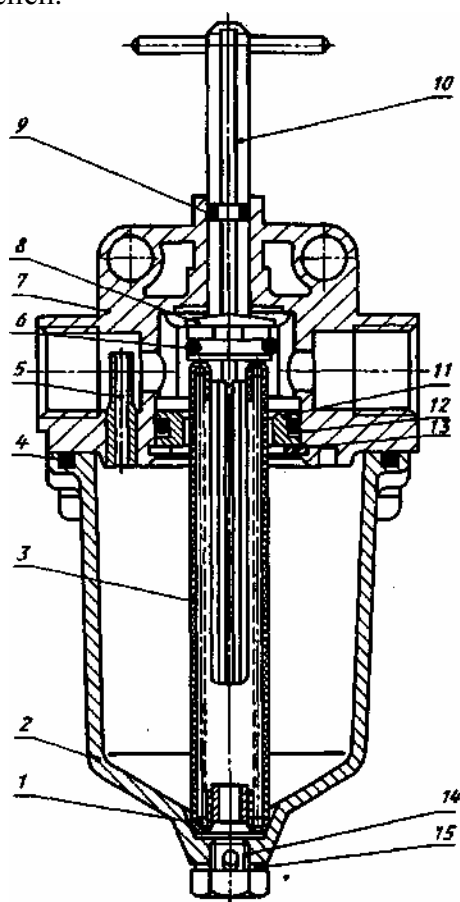

Рис. 77 Предохранитель от замерзания
5. ПРЕДОХРАНИТЕЛЬ ОТ ЗАМЕРЗАНИЯ (рис. 77)
При включенном предохранителе (**тяги 10 находится в верхнем положении**) воздух, нагнетаемый компрессором в пневмосистему экскаватора, обдувает смоченный спиртом фитиль 3 (рис. 77) и уносит пары спирта в систему. Спирт отбирает из воздуха влагу и превращает ее в незамерзающий конденсат. Тяга должна находиться в верхнем положении при температуре окружающего воздуха ниже +5°C.